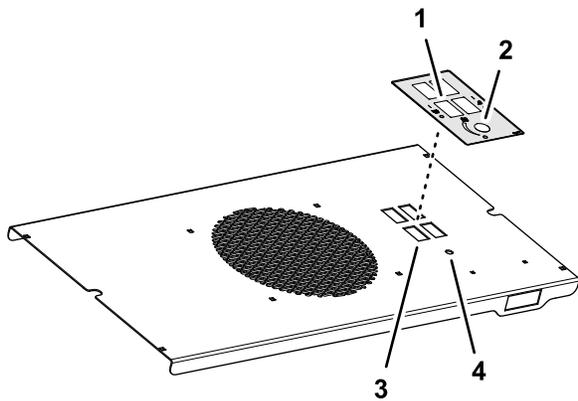

図 3
1. デカルの裏紙を注意深くはがす 図 3。
2. 図 3 のように、デカルの四角い開口と穴をスイッチパネルの四角い開口と穴に合わせる。